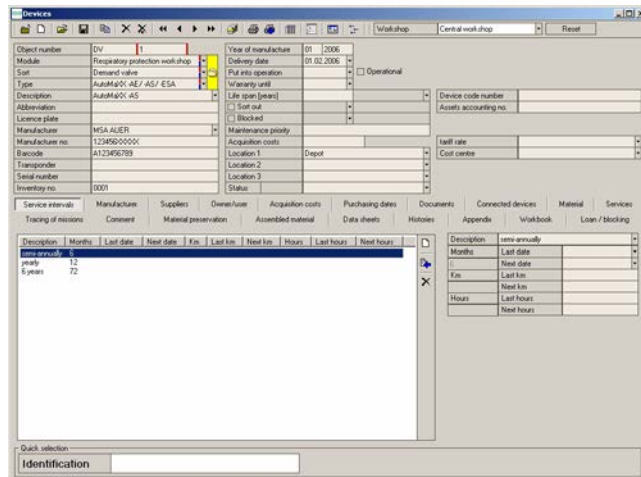

Fig. 68 Meny: Teknisk service – Enhetsintervaller datakort
- (1) Fortsett på samme måte som for *Intervaller* [→ Fig. 68].
- (2) Velg materiellet og skriv deretter inn siste utskiftningsdato på høyre side.